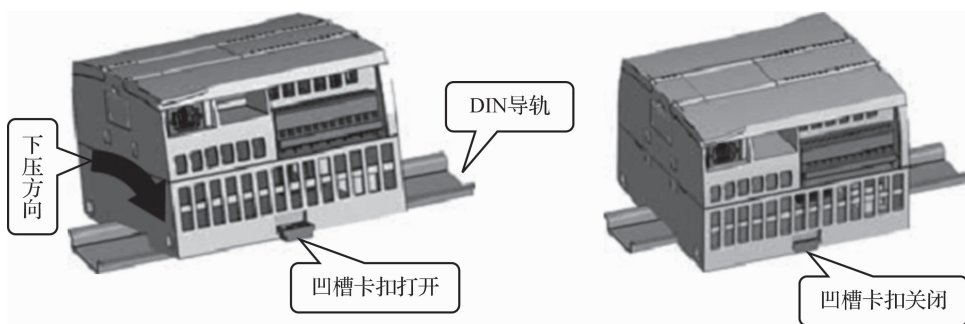
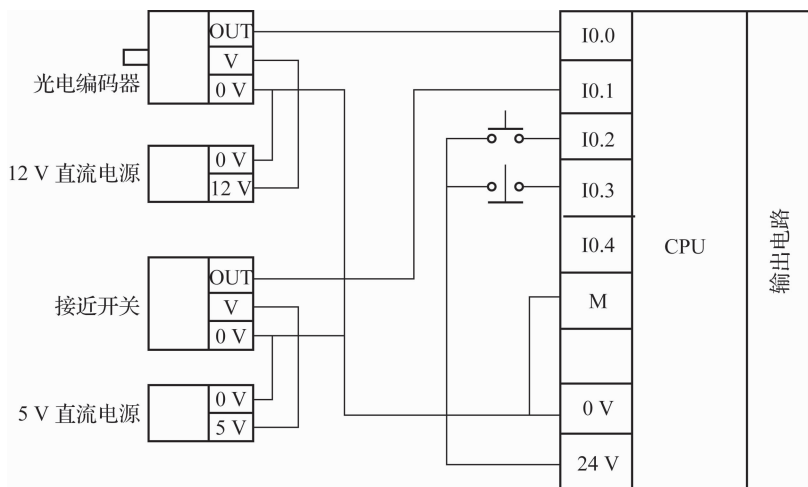

图 1-2 PLC 主机安装图
图 1-3 S7-1200 PLC 主机 CPU1214C 接线图
(1) 量好尺寸,使用电钻在电路板或墙上打定位孔。如果安装在墙上,注意孔应与所用螺钉或胀钉配套,使自攻螺钉牢固拧入孔内。
(2) 压好 DIN 导轨,安装自攻螺钉,使 DIN 导轨牢固地固定在自攻螺钉上。
(3) PLC 主机后的凹槽上端钩住 DIN 导轨,PLC 下端凹槽距离 DIN 导轨约 1 cm,如图 1-2 所示。
(4) 将螺丝刀插入凹槽卡扣,然后拉出凹槽卡扣,使凹槽卡扣打开,按图 1-2 中黑色箭头所示方向下压 PLC,PLC 主机凹槽压入 DIN 轨道。待完全压入 DIN 轨道后将螺丝刀拉出,使凹槽卡扣自动关闭。
(5) 轻轻上下晃动 PLC 主机,检查其牢固性,如不牢固应查找原因,使 PLC 主机固定牢靠。
(6) 区分好 PLC 型号后,根据工程的接线要求(见图 1-3,教师也可根据设备自行设计,使用多个输入接口即可),按照先接电源线、后接控制信号线的步骤,将导线套上带数字标号的线套,然后连接导线。
(2)将螺丝刀插入凹槽卡扣,插入后拉出凹槽卡扣,使凹槽卡扣打开,PLC 主机下部向黑色箭头反方向抬起(见图 1-2)。